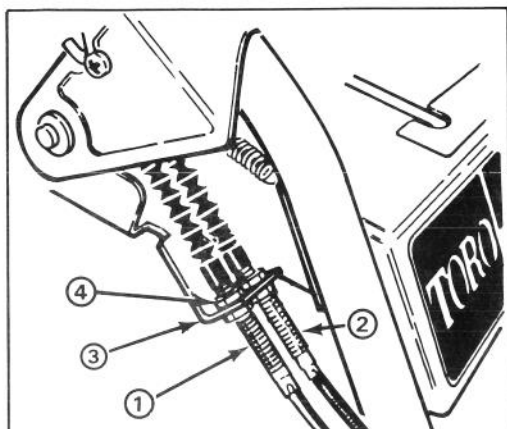

Figure 26
3. Desserrez le contre-écrou supérieur fixant le câble de la tarière/roue hélice au support de fixation (fig. 26).
### RÉGLAGE DE LA COURROIE D'ENTRAÎNEMENT DE TRACTION (fig. 26)
3. Réglez la commande de changement de vitesse au point mort (N).
8. Desserrez les contre-écrous qui tiennent le câble de commande (correspondant à la courroie à remplacer) au support (fig. 26). Le câble doit pouvoir glisser librement dans le support lors du changement d'une ou plusieurs courroies.